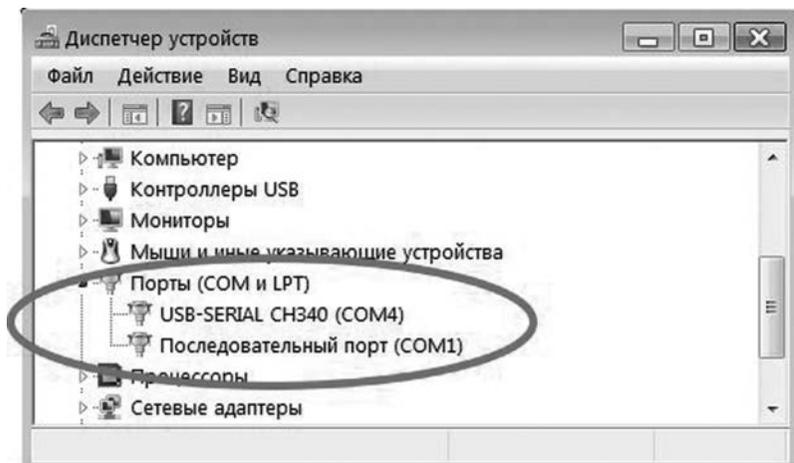

Рис. 1.5. Записи о состоянии портов в диспетчере устройств
3. С помощью кабеля USB подключите вашу плату **NodeMCU** к ПК и установите драйвер CH340G — в диспетчере устройств появится запись о порте: **USB-SERIAL CH340**. На рис. 1.5 это порт — **COM4**.